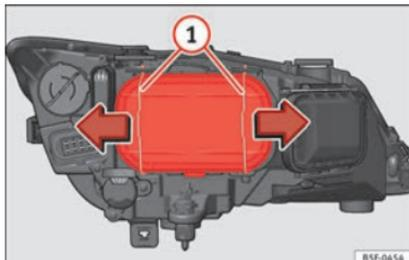

Abb. 103 Abblendlicht
- Verschieben Sie die Streben » Abb. 103 ① in Pfeilrichtung und nehmen Sie den Deckel ab.